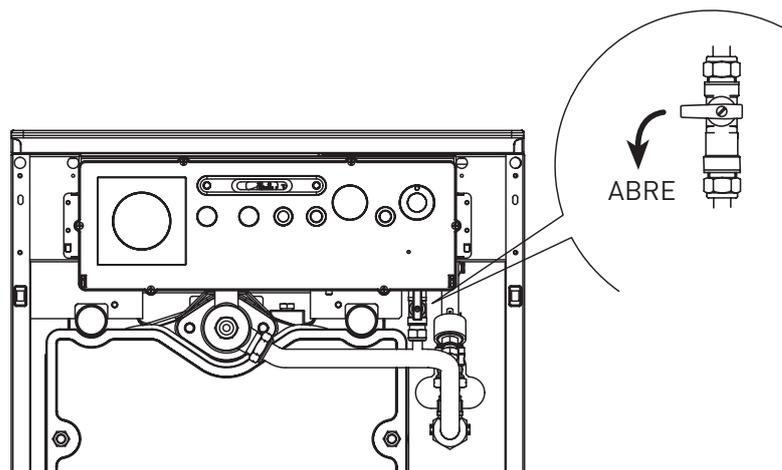

Fig. 4
2.2.1 Rellenado de la instalación (fig. 4)
permite la salida de las burbujas de aire a través de las relativas ventilaciones. Para facilitar esta operación, ubique en posición horizontal el corte de la ranura del tornillo de desbloqueo de las válvulas de retención. Terminada la fase de llenado, lleve el tornillo en la posición inicial. Al terminar la operación controle que el grifo esté cerrado (fig. 4).